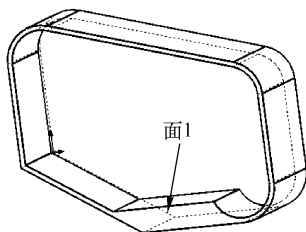

图 6-69 多厚度抽壳
- (1) 单击“特征”工具栏中的 (抽壳) 按钮,或选择菜单栏中的“插入”→“特征”→“抽壳”命令,系统弹出“抽壳”属性管理器。
- (2) 单击“参数”选项组 (要移除的面) 图标右侧的列表框,在图形区中选择开口面1,如图6-69所示,这些面会在该列表框中显示出来。
- (3) 单击“多厚度设定”选项组 (多厚度面) 图标右侧的列表框,激活多厚度设定。
- (4) 在列表框中选择多厚度面,然后在“多厚度设定”选项组的 (厚度) 文本框中输入对应的壁厚。
- (5) 重复步骤(4),直到为所有选择的多厚度面指定了厚度。
- (6) 如果要使壁厚添加到零件外部,则勾选“壳厚朝外”复选框。
- (7) 抽壳属性设置完毕,单击 (确定) 按钮,生成多厚度抽壳特征,其剖视图如图6-69所示。